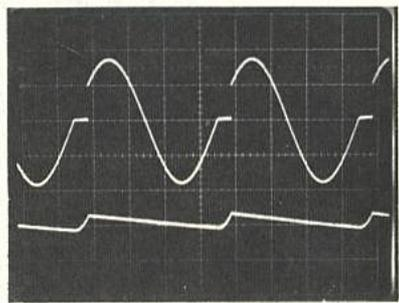

Figure 3
Sur la figure 3, on observe la charge du condensateur de stockage lors de l'alternance positive.
- C₂, condensateur de pré-régulation. Il est chargé à chaque demi-alternance et alimente le régulateur série durant une période. Sa capacité sera déterminée par le besoin du courant de sortie. L'emploi d'un condensateur de valeur plus élevée demandera un temps de charge initiale plus long, mais réduira l'ondulation sur la broche 2, qui est reliée à l'entrée du régulateur série et réduira ainsi l'ondulation de sortie (**figure 3**).